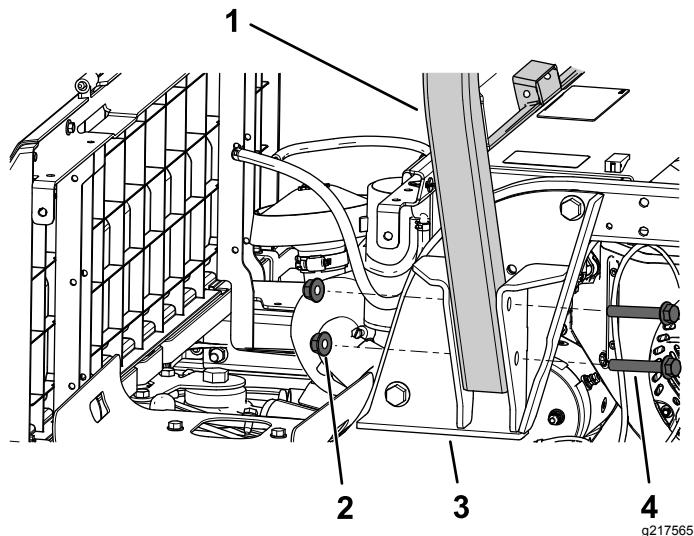

Bild 19
1. Befestigen Sie eine Seite des Überrollbügels mit zwei Bundkopfschrauben (½" x 3½") und zwei Sicherungsmuttern (½") an einer Überrollsutzhalterung, wie in Bild 19 abgebildet.